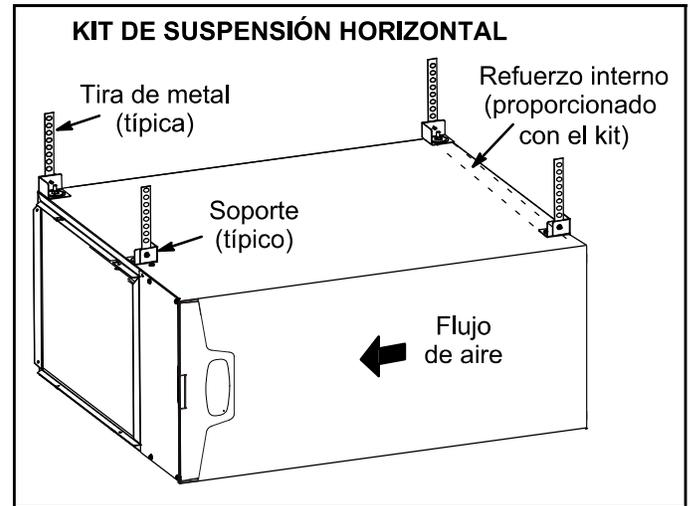

**FIGURA 17**
El calefactor ML296UHV se puede instalar en aplicaciones horizontales con descarga de aire a la derecha o a la izquierda. Consultar la Figura 17 con respecto a los espaciamientos en las aplicaciones horizontales.
- 1 - Seleccione la ubicación de la unidad teniendo en cuenta el espaciamiento de servicio y otros espaciamientos necesarios. Ver la Figura 17.